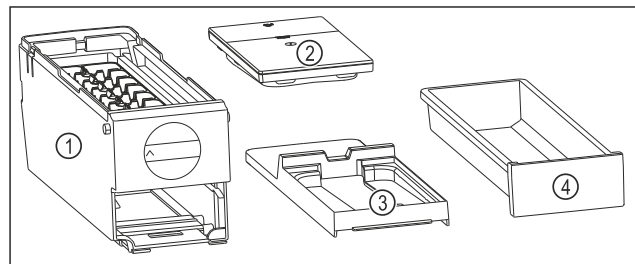

Fig. 119 EasyTwist-Ice:n osat
- ▶ EasyTwist-Ice on jaettu neljään osaan. (katso Fig. 119)
- ▶ Pura EasyTwist-Ice vain kuvissa esitettyihin osiin. (katso Fig. 119)
- ▶ Puhdista EasyTwist-Ice-runko Fig. 119 (1) kokonaisuutena.